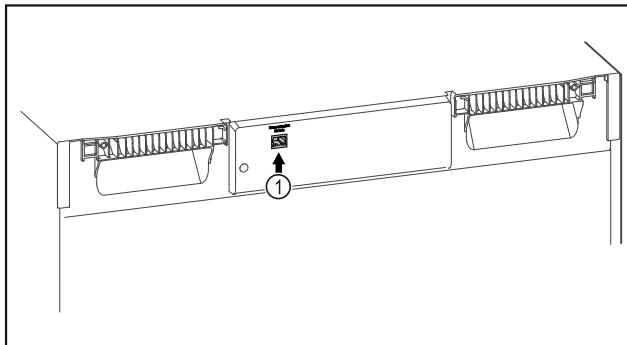

Fig. 101
SmartModule Fig. 101 (1) se rabi.